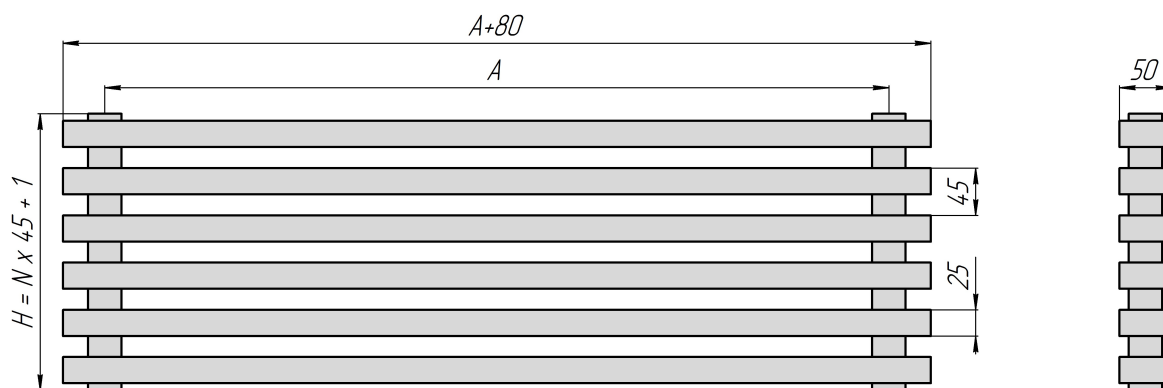

Рис. 1 А – межцентровый (монтажный) размер, N – количество секций.
2.1. Основные размеры и параметры радиаторов приведены на рис. 1 и в таблице.